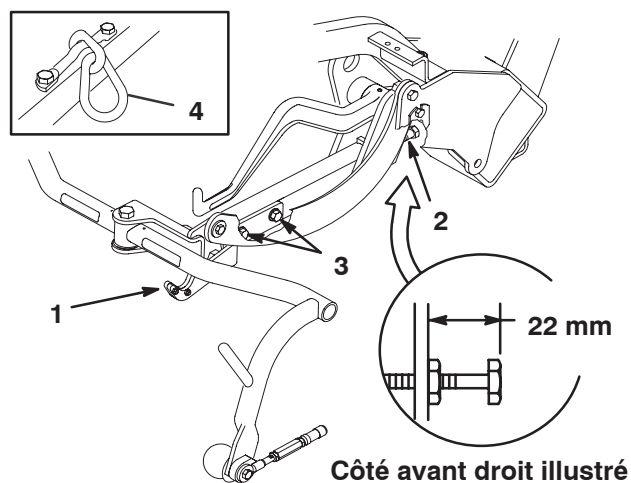
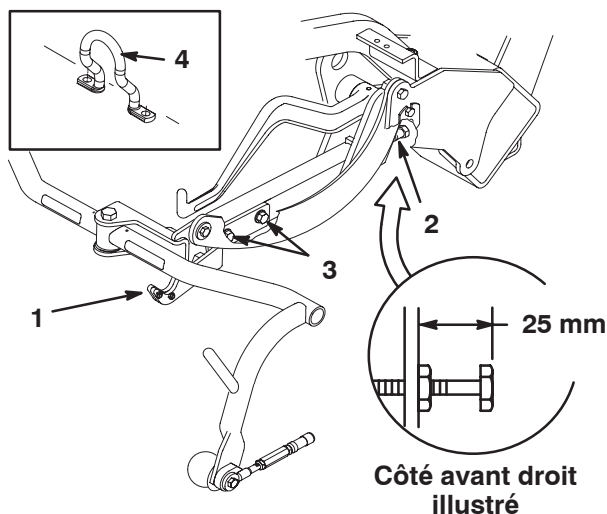

Figure 20
Figure 22
Vérifiez la hauteur de transport (Fig. 20 et 22) et ajustez-la au besoin.
2. Sur les plateaux de coupe équipés d'un maillon de chaîne ou d'un crochet de levage droit (Fig. 20 et 21, encarts), vérifiez que la distance entre le haut de la vis de réglage du bâti porteur et l'arrière du bâti porteur est de 22 mm. Si ce n'est pas le cas, passez à l'étape 4. Si le plateau de coupe est équipé d'un crochet de levage décentré (Fig. 22), passez à l'étape suivante.
3. Sur les plateaux de coupe équipés d'un crochet de levage décentré (Fig. 22, encart), vérifiez que la distance entre le haut de la vis de réglage du bâti porteur et l'arrière du bâti porteur est de 25 mm. Si ce n'est pas le cas, passez à l'étape 4.
4. Desserrez les vis de la plaque de transport (Fig. 20–22).
7. Si les bâtis porteurs ne sont pas tous à la même hauteur, desserrez l'écrou de blocage de la vis de réglage de chaque bâti (Fig. 20–22). Tournez la vis vers l'extérieur pour élever le bâti, ou vers l'intérieur pour l'abaisser. Serrez l'écrou de blocage une fois la hauteur correcte obtenue.